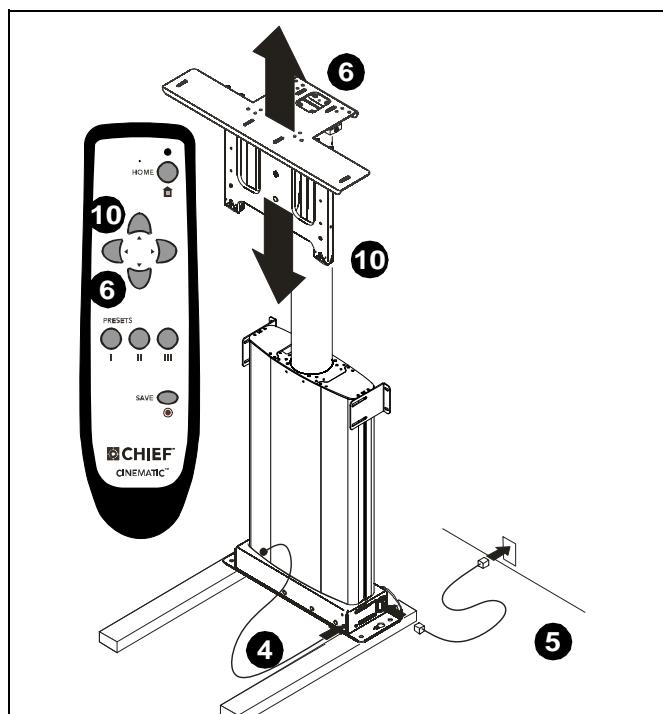

рис. 3
4. Установите ИК-приемник. (см. рис. 3)
6. С помощью пульта дистанционного управления поднимите устройство подъема, чтобы контргайки на задней части лицевой панели стали доступны. (см. рис. 3)
10. С помощью пульта дистанционного управления опустите устройство подъема до остановки. (см. рис. 3)
11. Поднимите устройство подъема, следя инструкциям, приведенным в действии 6. (см. рис. 3)